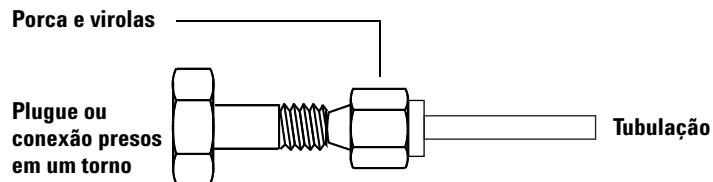

Figura 10 Montagem da conexão
- 3** Pressione a tubulação no plugue de aço inoxidável (Figura 10).